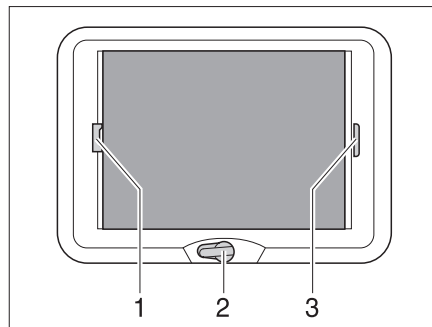

Fig. 85 Claraboya de manivela
- Girar la manivela (Fig. 85,2) hasta que se note resistencia (ángulo de apertura máx. 70°).
- Tirar del asidero (Fig. 85,3) del estor plegable y soltarlo en la posición deseada. El estor plegable se queda fijo en esta posición.
- Tirar del asidero (Fig. 85,1) de la protección contra insectos hacia el asidero opuesto del estor plegable (Fig. 85,3) y hacerlos engatillar.
- Presionar el tirador de la protección contra insectos (Fig. 85,1) por la parte de atrás hacia arriba y desengancharla del estor plegable (Fig. 85,3).